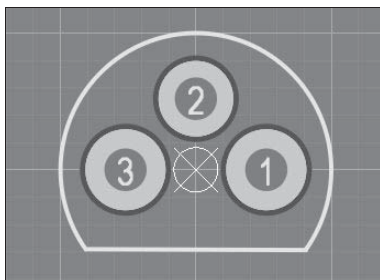

Рис. 2.12. ТПМ транзистора в корпусе КТ-26
4. Активизировать слой графического редактора **Top Overlay** и прочертить очертания корпуса компонента в той проекции, как он виден на верхней стороне печатной платы (КП видны на просвет). Конечный результат для рассмотренного ранее транзистора КТ315 в корпусе КТ-26 показан на рис. 2.12.